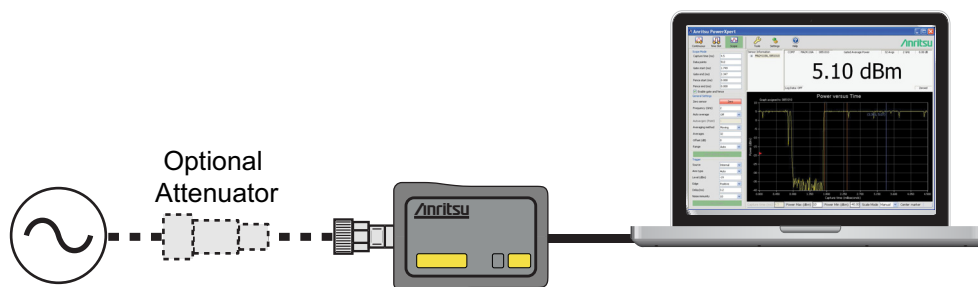

図 9-2. 測定設定
1. 図 9-2 に示すとおり、センサをコンピュータに接続します。